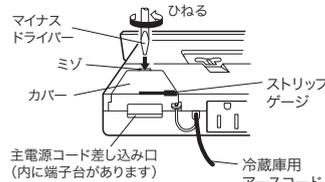

図1
⑤主電源用コードの接続
- 主電源端子台のカバーのミゾにマイナスドライバーの先を差し込み、ひねるとカバーが外れます。(図1)
- 主電源コードの皮むき長さはカバーにあるストリップゲージを用いて決めてください。(図1,2)